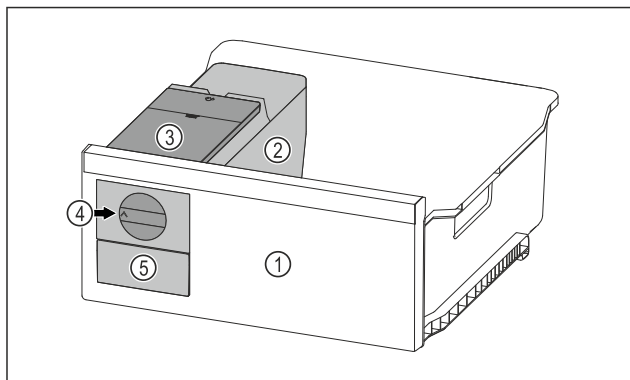

Fig. 122 Beispielhafte Darstellung
- Drehknopf Fig. 122 (4) im Uhrzeigersinn bis zum Anschlag drehen.
- Eiskubus fallen aus der Eiskubus-Schale in das Eiskubus-Schubfach Fig. 122 (5). Wenn sich nicht alle Eiskubus aus der Eiskubus-Schale herauslösen: